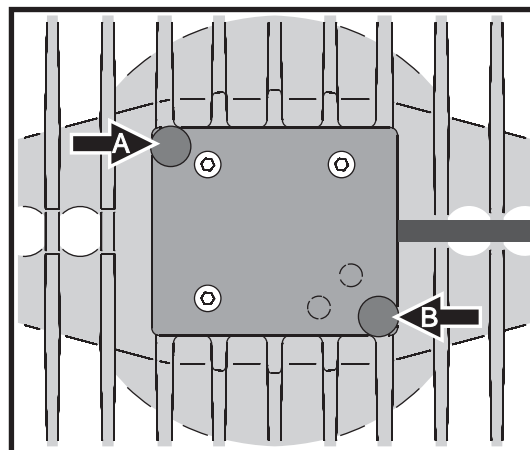

Figure 2: Accès à la lampe, vis de fixation
- La douille de la lampe est fixée sur le capot d'accès à la lampe. Voir Figure 2. Retirez les 2 vis **A** et **B** du capot de lampe et dégagez-le soigneusement jusqu'à ce que la lampe soit accessible. Evitez de torsader le faisceau.